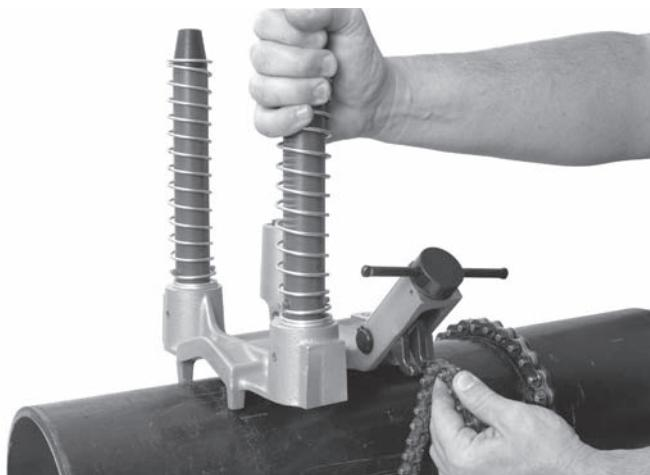

Рис. 8 – Крепление цепи
- Для обеспечения устойчивости и направления основания в сборе всегда следует держать хотя бы одну руку на основании. Ухватитесь за конец цепи и плотно натяните ее вокруг трубы. Во время натяжения цепи сжимается пружина на закрепленном конце цепи. Зацепите ближайший штифт цепи за крюк цепи – натяжение пружины поможет удержать цепь зацепленной за крюк цепи. Для удержания узла основания на трубе плотно затяните фиксирующий винт со скользящим невыпадающим металлическим стержнем, продетым сквозь отверстие в торце винта. (См. рис. 8.)